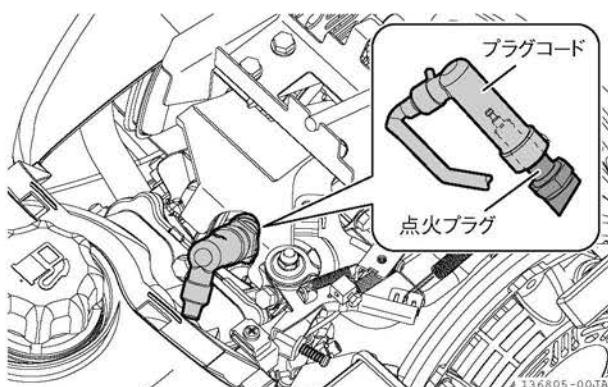
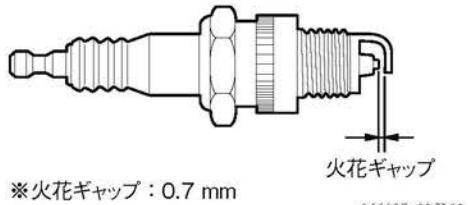

図 4-36 点火プラグ・プラグコード
図 4-40 火花ギャップ
- ポンネットを外した状態で、プラグコードを外します。(図 4-36)
- 火花ギャップ(電極すき間)を0.7 mmに調整します。(図 4-40)
電極部が損耗または、破損したものは新品と交換します。点検のしかたの要領で点火プラグを外し、交換してください。(図 4-36、図 4-40)